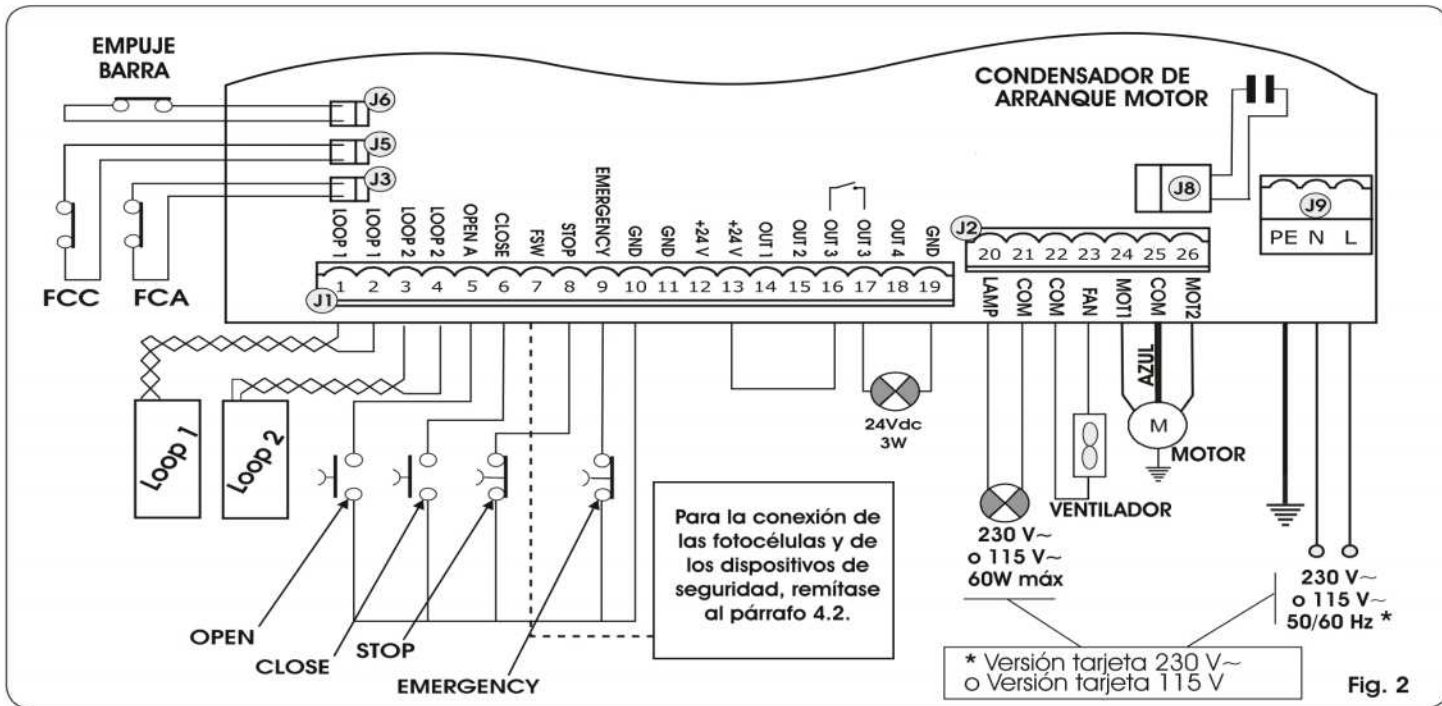

Fig. 2
- Conecte el cable de tierra al correspondiente borne previsto en el conector J9 del equipo (véase fig.2).
4.1. REGLETA DE BORNES J1 - ACCESORIOS (FIG. 2)
⚠ Para no perjudicar el correcto funcionamiento del sistema, **no hay que superar la potencia indicada en la fig. 2.**
4.4. REGLETA DE BORNES J2 - MOTOR, DESTELLADOR Y VENTILADOR (FIG. 2)
4.5. CONECTOR J8 - CONDENSADOR MOTOR (FIG. 2)
4.6. REGLETA DE BORNES J9 - ALIMENTACIÓN (FIG. 2)
4.7. CONECTORES J3, J5 - ACOPLAMIENTO RÁPIDO FINAL DE CARRERA DE APERTURA Y DE CIERRE (FIG. 2)
4.8. CONECTOR J6 - SENSOR DE EMPUJE BARRA (FIG. 2)